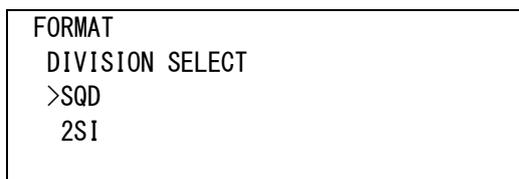

図4-101 オンスクリーンメニュー(DIVISION SELECT例)
- 1) FORMAT メニューで「DIVISION SELECT[DIV]」を選択し、**ENTER** ボタンを押すと図 4-101 のような設定メニューが表示されます。